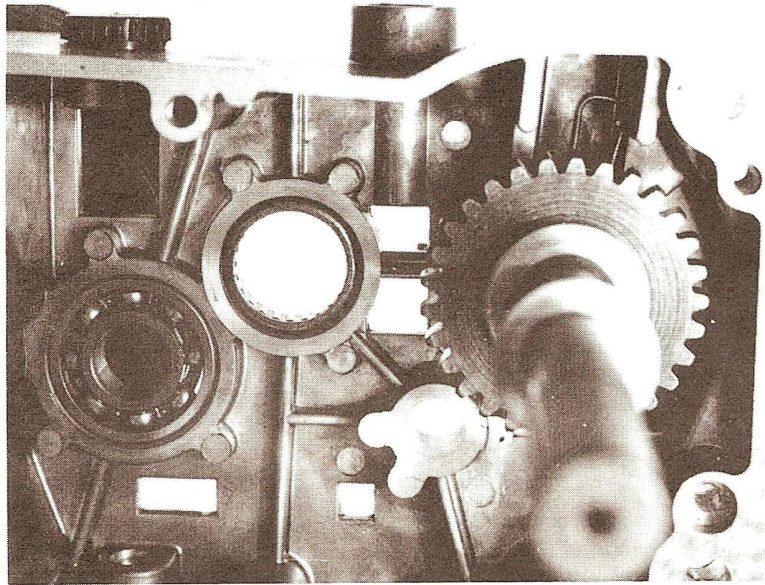

Fig. 16
- en fermant les demi-carter, il faut faire attention que la douille coulissante avec son ressort se trouve en position verticale vers le haut de sorte que le ressort arrive précisément entre les 2 nervures prévues dans le carter d'embrayage (Fig. 16)